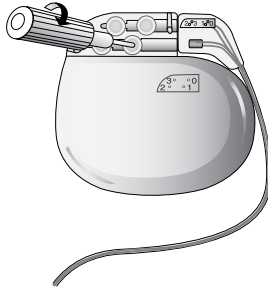

Figura 2. Serraggio delle viti di arresto nella guarnizione autosigillante.
4. Inserire a fondo il cacciavite torsiometrico attraverso la guarnizione autosigillante del blocco connettore e serrare ciascuna vite d'arresto (Figura 2).
Nota: utilizzare il cacciavite torsiometrico con la stessa angolazione della vite di arresto (Figura 2).